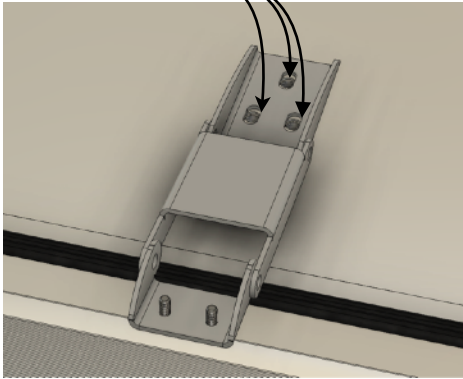
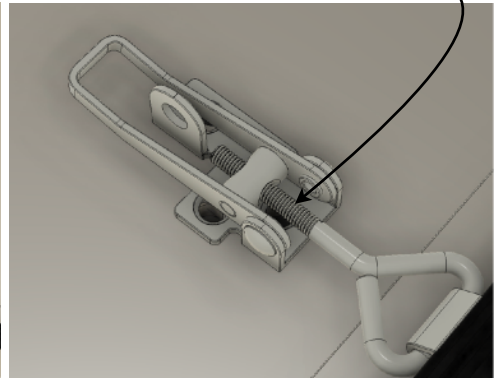
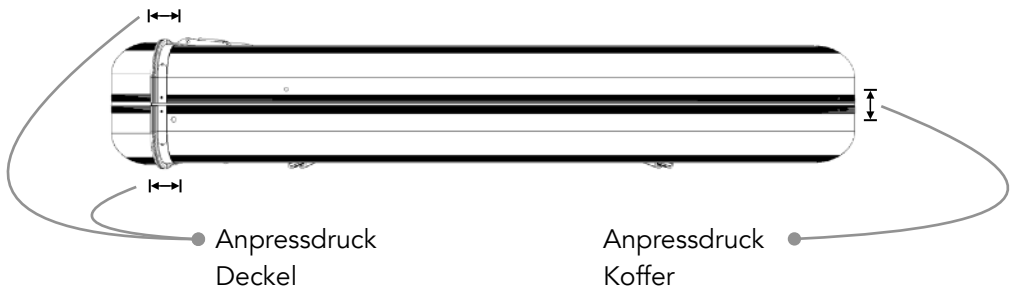

Abb. 13
Abb. 14
Abb. 15
Regelmäßige Reinigung und Überprüfung der Dichtungen sind entscheidend. Achte darauf, dass die umlaufenden Dichtungen am Koffer den richtigen Anpressdruck haben (S. Abb. 15). Dieser lässt sich über die Gewinde an den Spannverschlüsse nachstellen (S. Abb. 14) und sollte so eingestellt sein, dass der Deckel sich ca. 2-3mm in die Dichtung eindrückt.
- Überprüfe weiterhin regelmäßig den Anpressdruck vom seitlichen Deckel (S. Abb. 15). Dieser kann über die Langlöcher im Deckelscharnier eingestellt werden (S. Abb. 13). Nutze dafür einen Innensechskantschlüssel 3. Wir empfehlen, dies vor jeder Saison zu prüfen. Wenn du unsicher bist, kontaktiere den nächstgelegenen Händler. Die Dichtungen mit Silikonöl zu bestreichen, beugt der Alterung durch UV-Strahlung vor und verlängert die Lebensdauer. Verwende keine Reinigungsmittel die Lösungsmittel enthalten.